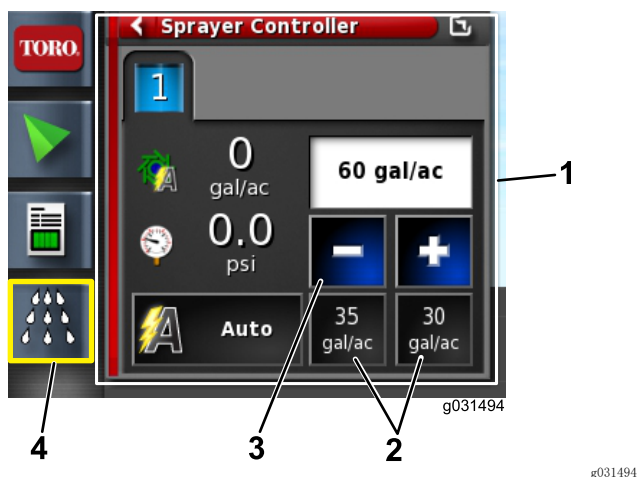

图15
4. 如果喷洒率错误，请选择预设喷洒率以递增方式进行更改，或选择当前喷洒率，手动输入喷洒速度（图15）。